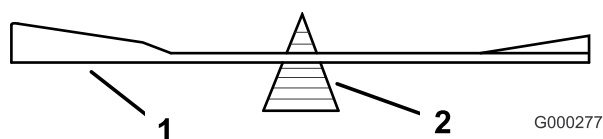
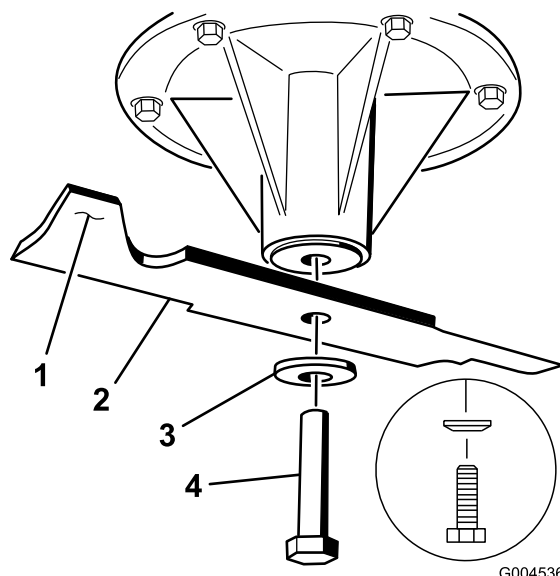

Figura 90
Figura 91
2. Retire del eje el perno de la cuchilla, la arandela curva y la cuchilla (Figura 91).
2. Verifique el equilibrio de la cuchilla colocándola sobre un equilibrador de cuchillas (Figura 90). Si la cuchilla se mantiene horizontal, está equilibrada y puede utilizarse. Si la cuchilla no está equilibrada, rebaje algo el metal en la parte de la vela solamente (Figura 91). Repita este procedimiento hasta que la cuchilla esté equilibrada.
1. Instale la cuchilla en el eje (Figura 91).
2. Instale la arandela curva y el perno de la cuchilla. El cono de la arandela curva debe estar orientado hacia la cabeza del perno (Figura 91). Apriete el perno de la cuchilla a 115–150 N m.